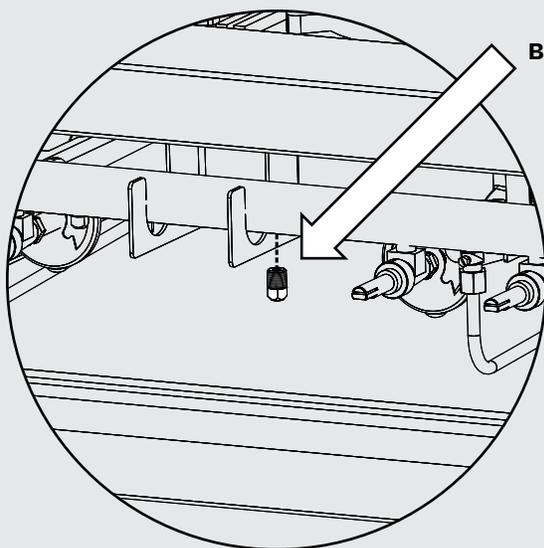
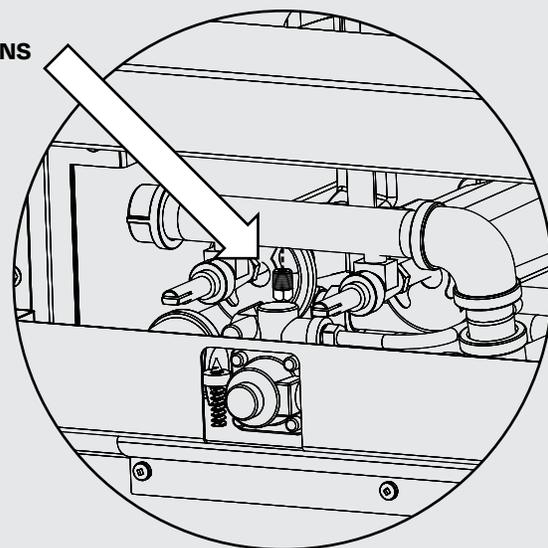

Figure 8
Figure 9
2. Dévisser le bouchon sur le collecteur de gaz et visser le manomètre. **(Figure 8 et Figure 9)**